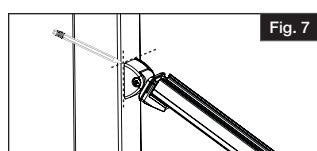

Fig. 7
- Una vez que se ha comprobado que el ajuste es adecuado, marcar la posición del soporte en las cuatro (4) ubicaciones (Fig. 7) y remover los soportes del tramo.
- b. Colocar la base de soporte en el poste alineada con las marcas realizadas en el paso 5 (Fig. 7) y comprobar que los soportes estén correctamente orientados.